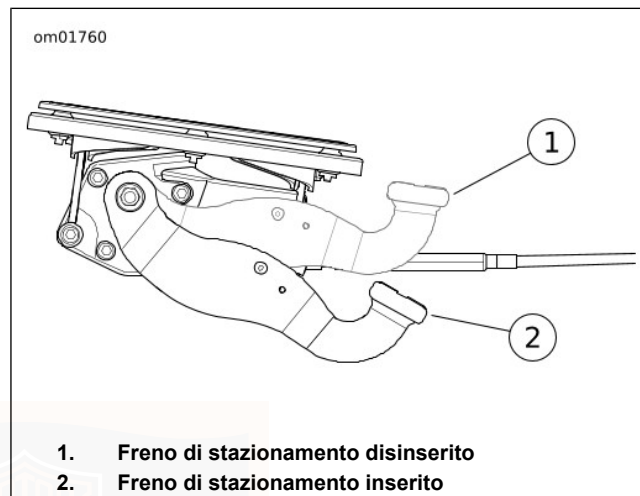

Figura 22. Freno di stazionamento
Vedere Figura 22. Il pedale del freno di stazionamento si trova sul lato sinistro del veicolo. Il freno di stazionamento si inserisce su entrambe le ruote posteriori, impedendo al veicolo di muoversi quando è parcheggiato. La spia del freno di
4. Vedere Figura 22. Con il piede sinistro, premere con decisione a fondo corsa il pedale del freno di stazionamento.
2. Vedere Figura 22. Con il piede sinistro, spingere con decisione e rilasciare il pedale del freno di stazionamento. Il pedale del freno di stazionamento torna nella posizione di disinserimento.